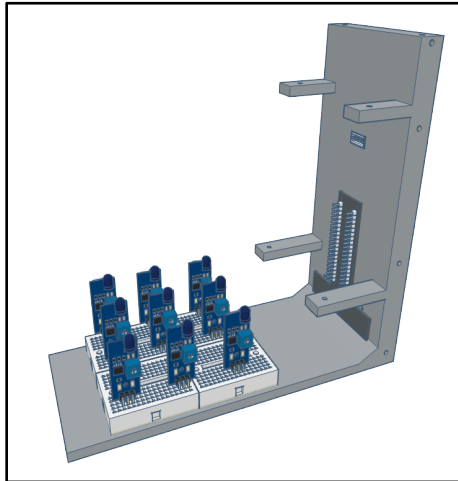

Figure 14. Placement des mini-plaques d'expérimentation contenant les photodiodes sur P1.
a. Placez le panneau de photodiodes sur P1 comme indiqué sur la **Fig 14**.